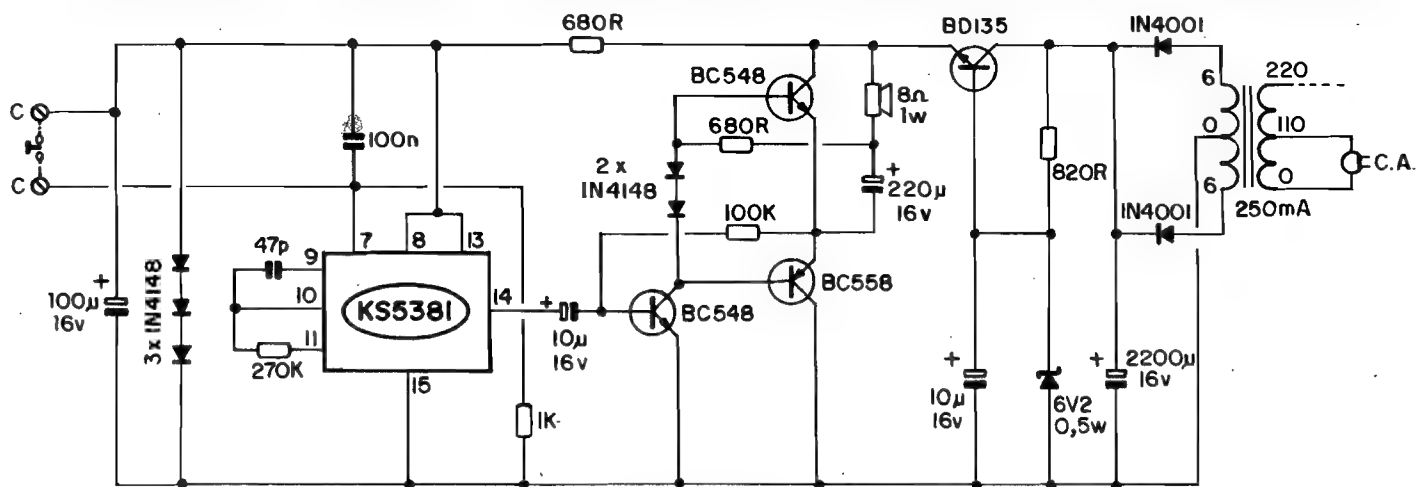

Fig. 7
- FIG. 7 - O CIRCUITO - Em essência, o núcleo do circuito é a mesma estrutura usada para a CAIXINHA DE 7 MÚSICAS (montagem básica da presente COMPLETINHA DUPLA...). Os mesmos resistor e capacitor aos pinos 9-10-11, determinando rít-